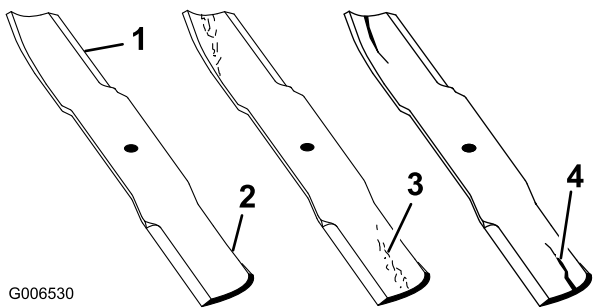

Figure 43
1. Examinez le tranchant des lames (Figure 43). Si elles ne sont pas tranchantes ou si elles présentent des indentations, déposez et affûtez les lames; voir Affûtage des lames.
2. Inspectez les lames, surtout la partie relevée (Figure 43). Remplacez immédiatement toute lame endommagée, usée ou qui présente une entaille (repère 3 de la Figure 43).